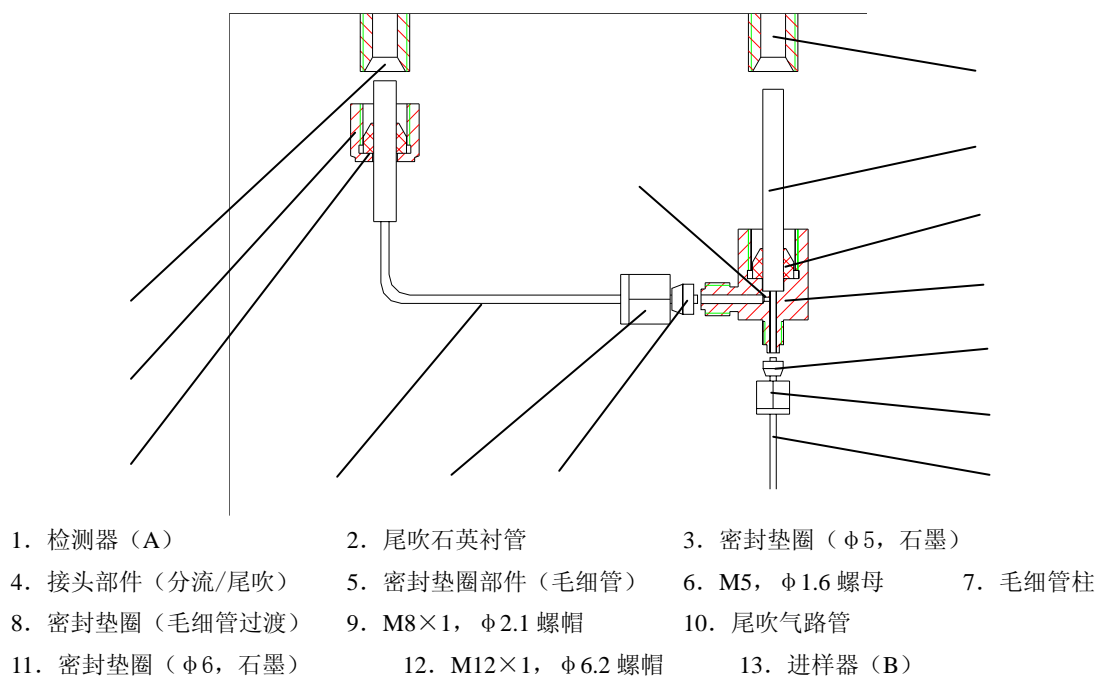
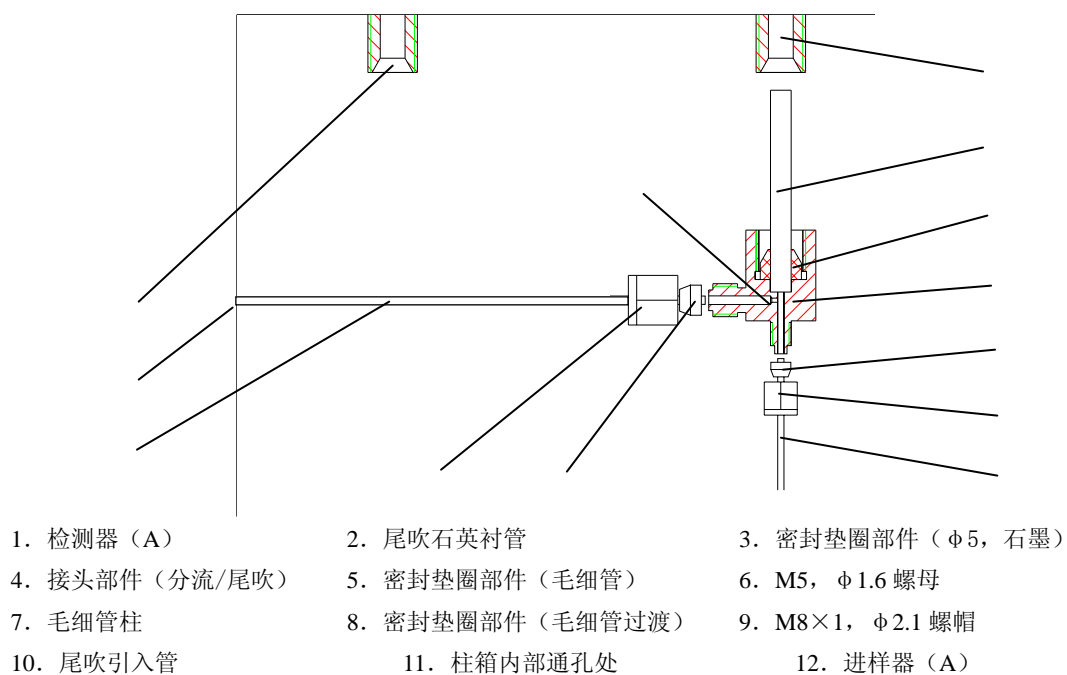

图 5-6 接头部件 (分流/尾吹) 与进样器 (B) 连接示意图
图 5-7 接头部件 (分流/尾吹) 与尾吹引入管连接示意图
配置为 GC112A-4、GC112A-5、GC112A-6 和 GC112A-7 的接头部件（分流/尾吹）与 FID 检测器的连接步骤（见图 5-6）：
配置为 GC112A-1、GC112A-8 和 GC112A-9 的接头部件（分流/尾吹）与尾吹引入管连接步骤（见图 5-7）：
- 4) 再用另一柱头推入安装于 FID 检测器进口端的接头部件（分流/尾吹），柱头必须伸过尾吹点。持住这个位置，用扳手将螺帽旋紧。届时，毛细管柱安装结束。参见图 5-6、图 5-7。